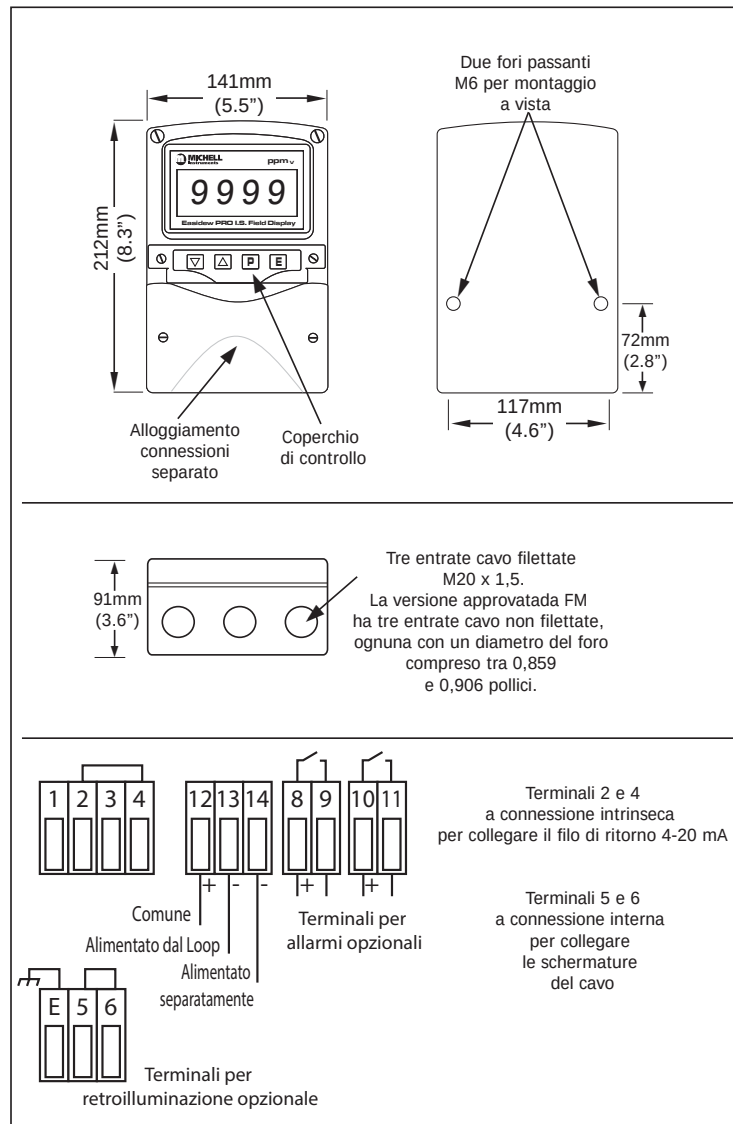

Figura 6 Dimensioni e connessioni terminali
- Collegare il cablaggio sul campo ai terminali, come mostrato nella Figura 6.